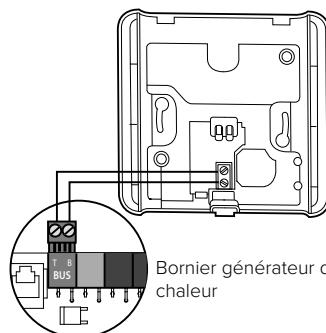

Fig. 13
- Brancher les câbles du capteur d'ambiance à la borne BUS sur le bornier du générateur de chaleur (Fig. 13). Alimenter le générateur de chaleur